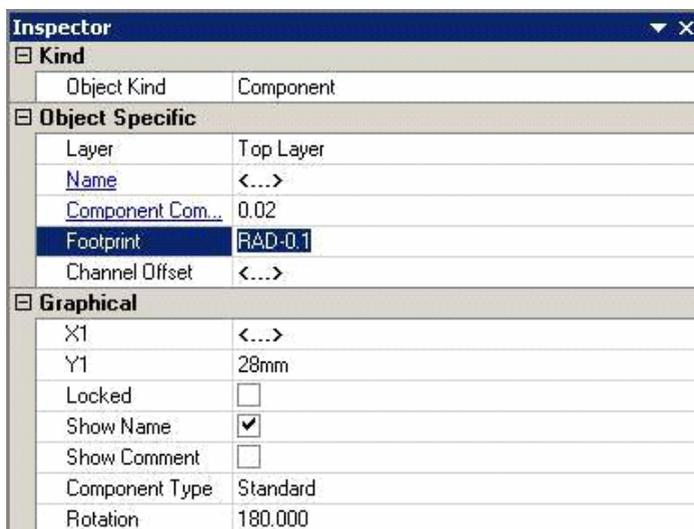

Рис. 12. Панель *Inspector*
- вызвать панель *Inspector* (рис. 12) с помощью кнопки *Inspect*, расположенной в нижней части экрана;